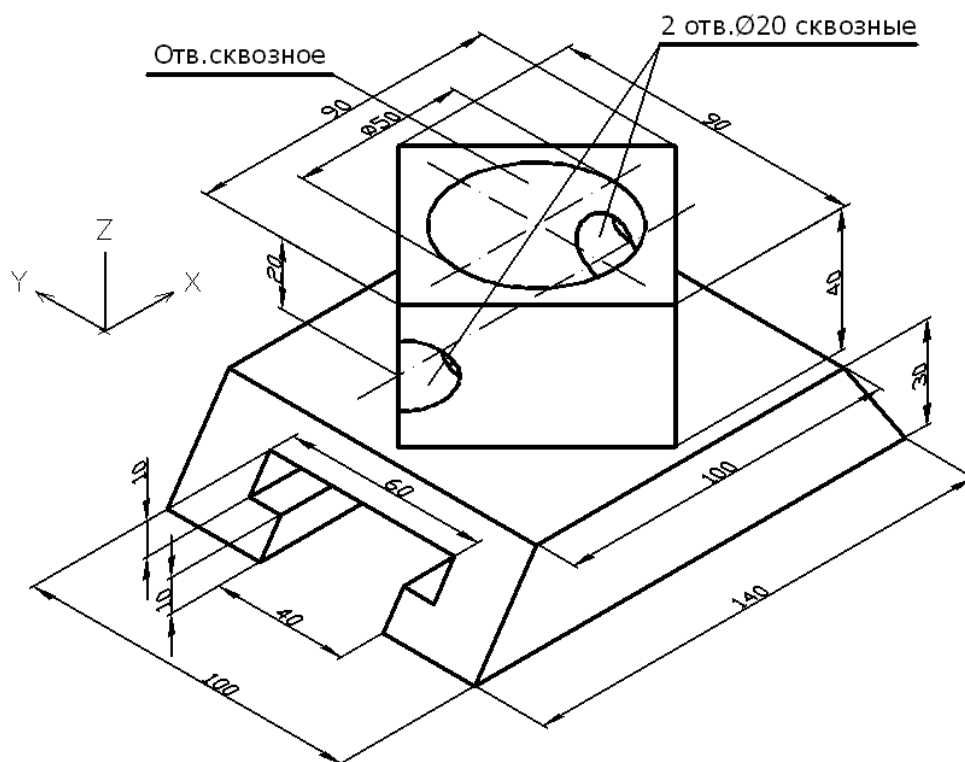

Рис. 1
1. Последовательное поэтапное «твердотельное моделирование» детали по ее аксонометрическому (изометрическому) изображению (Рис.1).